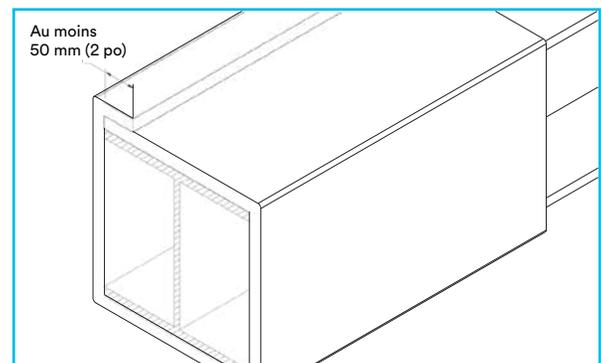

Figure 3
- 2 Couper l'enveloppe endothermique 5A-4 à la longueur désirée à l'aide de la bordure à lame. Aligner l'enveloppe endothermique sur l'acier, le côté aluminium vers l'extérieur (le côté blanc doit être en contact avec l'acier). Le bord de l'enveloppe endothermique peut être maintenu temporairement en place à l'aide de ruban-filaments ou par un autre travailleur. Enrouler l'enveloppe endothermique autour de l'acier de manière à obtenir un chevauchement d'au moins 50 mm (2 po) (Figure 3). Un chevauchement supplémentaire est acceptable mais pas obligatoire. L'enveloppe endothermique doit être serrée sur l'acier, avec aucun de mou.